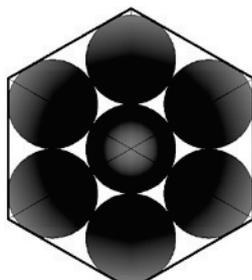

Рис. 4. Построение сторон гексагона как касательных к соприкасающимся кругам
4) Посредством семи “целующихся” кругов одинакового диаметра (рис. 4)